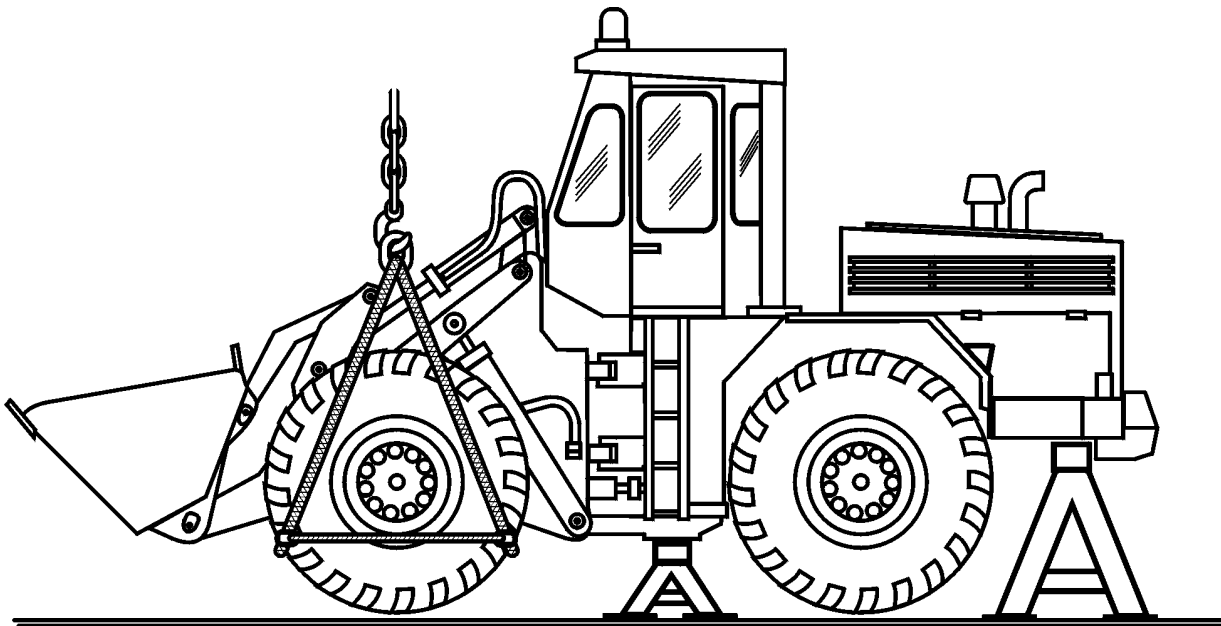

Рис. 15.1. Установка машины на подпорках и способ закрепления строп (троса) подъемного устройства за колесо
4. Приподнять машину с помощью подъемного устройства и строп, зацепленных согласно рекомендаций Инструкции по обслуживанию машины и установить машину на подпорки (Рис. 15.1.). Места для упора подпорок выбрать на задней раме машины. В случае снятия колеса с заднего моста допускается вывешивание машины только на одной задней подпорке. При этом передние колеса должны быть заблокированы с помощью клиньев.
5. Закрепить стропы подъемника за снимаемое колесо и слегка натянуть стропы (Рис. 15.1.). Открутить гайки крепления колеса и снять колесо со ступицы ведущего моста.
1. Закрепить стропы (трос) подъемного устройства за собранное колесо (Рис. 15.1.). Установить колесо на ступицу ведущего моста.
3. При помощи крана приподнять машину и убрать подпорки (Рис. 15.1.).